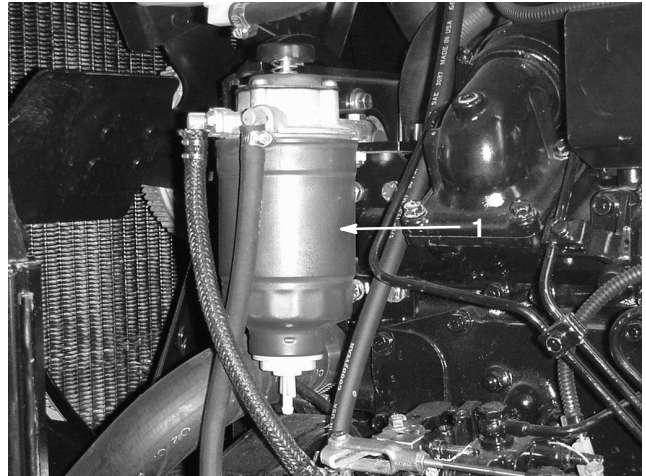

Bild 39
1. Ermitteln Sie den Kraftstofffilter/Wasserabscheider in der Nähe des Lüfters links am Motor. Entleeren Sie ihn täglich (Bild 39).
2. Wechseln Sie alle 400 Betriebsstunden oder jährlich das Filterelement im Kraftstofffilter/Wasserabscheider aus (Bild 39) und lassen Sie das Wasser vom Kraftstofftank ab. Schmieren Sie den O-Ring des Filters mit sauberem Kraftstofföl ein. Setzen Sie den Filter ein und ziehen Sie ihn nur mit der Hand fest.